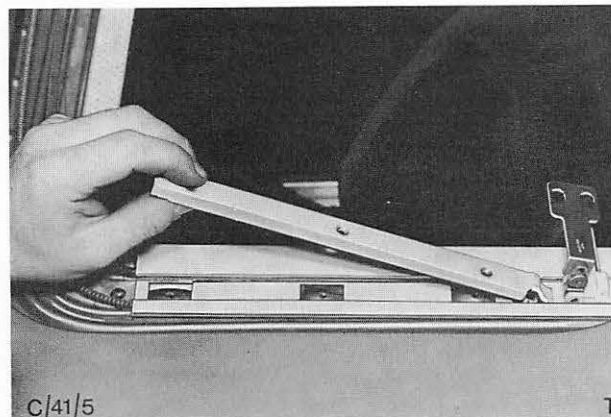

Abb. 4 Schienenabdeckungen abnehmen
3. An jeder Deckelseite 3 Schrauben aus der Schienenabdeckung herausdrehen und beide Führungsschienen herausdrücken. Abb. 4.